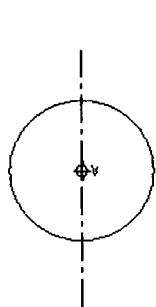

图 1-18 绘制圆
(1) 启动 Pro/ENGINEER，执行“文件”/“设置工作目录”命令，在打开的“选取工作目录”对话框中选择系统的工作目录。
(2) 单击“新建文件”按钮 (□)，新建名为“ch1_2”的草绘文件，并采用 mmns_part_solid 模板。
(3) 单击 按钮绘制中心线。
(4) 单击 按钮绘制圆，如图 1-18 所示。